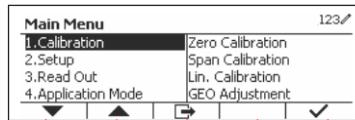

Figure 3
1. Exercez une pression longue sur le bouton **User Menu** pour accéder au menu principal. Appuyez sur le bouton multifonction correspondant à l'icône **✓** pour accéder au sous-menu d'étalonnage. (Voir Figure 3)